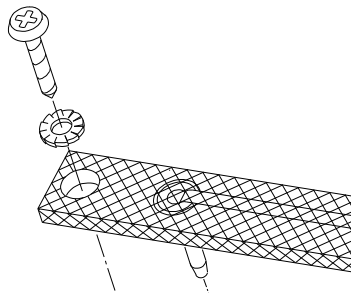

Fig. 2
7. Le remplacement du revêtement PTFE de la barre de soudure, lorsqu'il est brûlé ou usé, s'effectue en dégageant la barre au moyen des vis fixées aux extrémités (fig 2.). Le PTFE est fixé à la partie inférieure de la barre de soudure au moyen d'un ruban adhésif et peut donc être aisément remplacé.
7. Quando la copertura di PTFE sulla barra saldante risulta corrosa o usurata, deve essere sostituita. Svitare la barra saldante e sollevare entrambe le estremità contemporaneamente. Sostituire con la nuova barra saldante, o con quella riparata e fissare le viti (fig 2.). Fare attenzione che la resistenza, che è stata montata eccentrica sulla barra, si trovi nel centro della gomma quando la barra superiore è chiusa. La copertura di PTFE è fissata sopra la barra saldante da un nastro adesivo ed è quindi semplice la sua sostituzione.
8. La lama usurata può essere sostituita semplicemente premendo il portalama, estraendo la vecchia lama e inserendone una nuova. E' consigliabile usare pinze (fig. 2).
7. Når PTFEstykket over svejsetråden er slidt (mørkebrunt) eller ødelagt, bør dette skiftes. Løsn skruerne på siderne af svejsebarren og løft denne i begge sider på een gang (fig 2). Montér en ny svejsebarre, eller den gamle med nye dele, og montér den på maskinen. Vær opmærksom på at svejsetråden skal ligge i center af trykket fra siliconelisten, når svejsekæben er lukket.
7. Förslitning på svetsback - När PTFEskyddet (glasfiberväven) över svetsbandet börjar bli bränt lossa de yttre fästskruvarna och lyft hela svetsbacken rakt upp genom att ta tag i ytterkanterna på backen (fig.2.). Riv loss det gamla PTFEet och innan du sätter på nytt kolla så att inte även svetsbandet blivit bränt. Om så är fallet bytes både PTFEväven under svetsbandet, svetsbandet och det övre zonPTFEet ut. Normalt räcker det att byta det sistnämnda. Förslitning mottrycksback- En bränd silikonlist utbytes genom att dra den ur spåret och trä in en ny.
7. Når PTFEduken over sveiseelementet blir brent eller slitt skal den skiftes. Skru sveiseelementet løs og løft begge endene samtidig opp (fig.2.). Monter et nytt eller overhald element som skrues fast. Vær oppmerksom på at hetebåndet er montert eksentrisk på sveiseelementet. Påse derfor at hetebåndet ligger midt under silicongummilisten, og at kniven ikke berører elementet når sveisearmen er lukket.